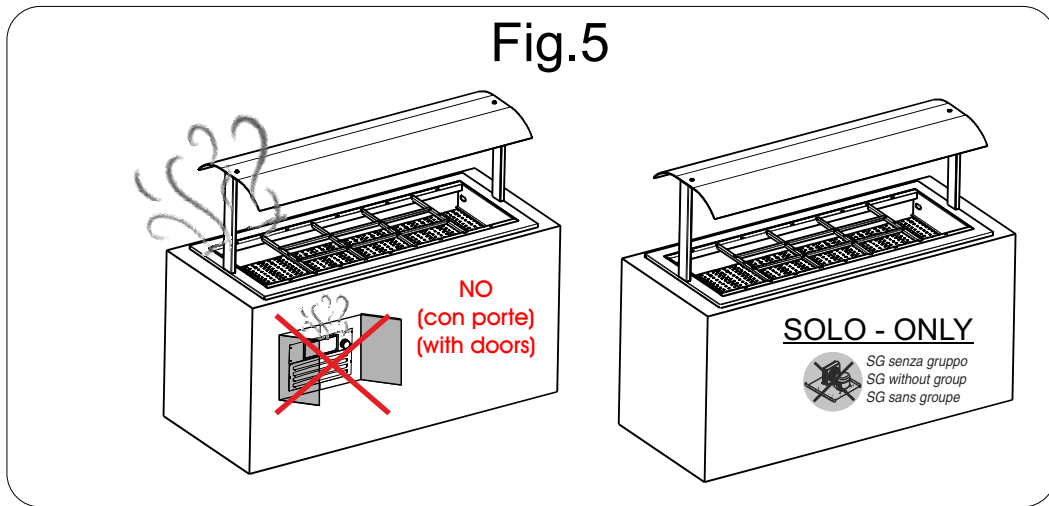

Fig.5
1. Accertarsi che la tensione e la frequenza della rete corrispondano a quelle indicate sulla targhetta (A) posta sull'apparecchio. 2. Accertarsi che la presa di alimentazione sia: **a) Dotata di un conduttore di messa a terra.** **b) Idonea alla corrente nominale di targa.** **c) Sia dotata delle protezioni secondo le norme IEC :- Interruttore magnetotermico differenziale (più comunemente salva vita) con I_n = valore nominale riportato in targa. - Differenziale con sensibilità $I_d = 30 \text{ mA}$.** 3. Verificare che l'ambiente non sia con pericolo di esplosione (AD). 4. Il cavo di alimentazione montato sull'apparecchio è: H05 VVF idoneo per ambienti interni. 5. Inserire la spina. (non usare prese triple e riduzioni) **N.B:** Se l'apparecchiatura durante il trasporto o lo stoccaggio è stata posta erroneamente nel verso sbagliato, lasciare riposare 3 ore in posizione corretta prima di allacciare l'alimentazione (vedi Fig.5).